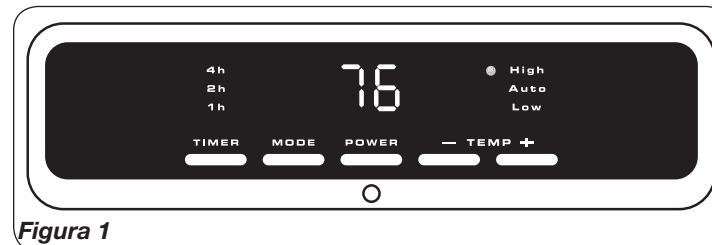

Figura 1
7. La unidad estará en calor ALTO (1500 vatios) y mostrará la temperatura actual de la habitación (**Figura 1**)